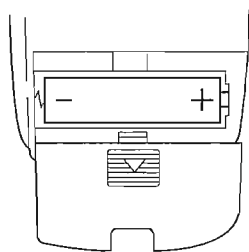

図10
- ① 電池ふたを矢印の方向にひいて外します。
- ② 電池の十を電池ケース内の表示に合わせて一側から入れます。(図10)
- ③ 電池ふたを本体に合わせてスライドして閉めます。確実にかみ合ったことを確認してください。